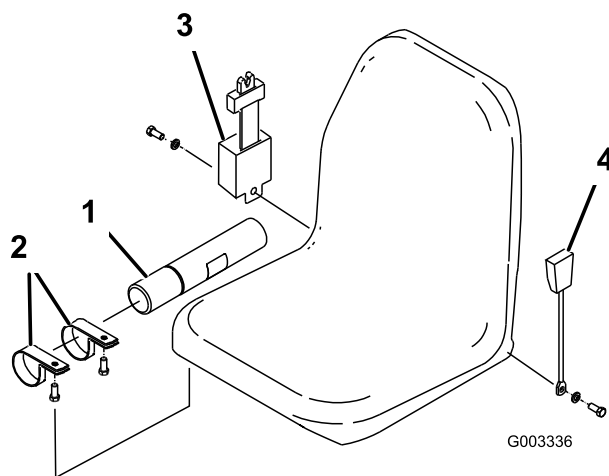

Figura 3
1. Instale o tubo manual na suspensão do banco com as 2 braçadeiras R, incluídas nas peças soltas (Figura 3).
2. Instale o cinto de segurança em cada lado do banco, utilizando um parafuso e uma arruela de bloqueio, fornecidas com as peças adjuntas (Figura 3). O retractor do cinto de segurança deve ser montado no lado direito do banco e a fivela do cinto de segurança no lado esquerdo.